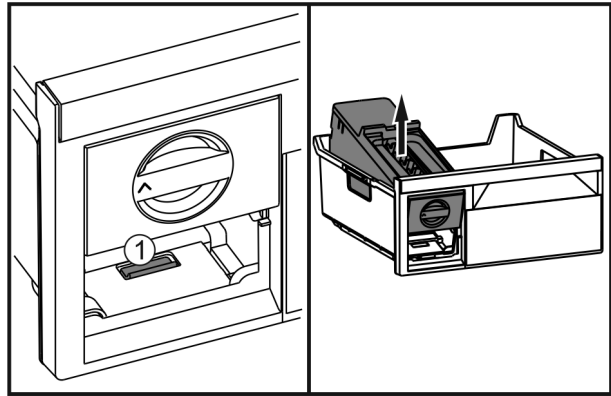

Fig. 67
- ▶ Lasche Fig. 67 (1) drücken, EasyTwist-Ice von hinten anheben und aus dem Gefrierschubfach herausnehmen.